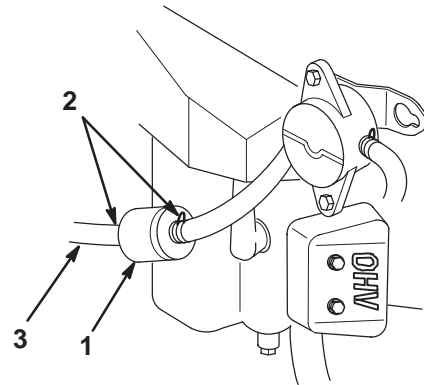

Bild 29
3. Drücken Sie die Enden der Schlauchklemmen zusammen und schieben Sie sie vom Filter weg (Bild 29).
5. Setzen Sie einen neuen Filter ein und schieben Sie die Schlauchklemmen an den Filter heran (Bild 29).
3. Lockern Sie die Schlauchklemme am Kraftstofffilter und schieben Sie sie an der Kraftstoffleitung weg vom Kraftstofffilter (Bild 29).
4. Ziehen Sie die Kraftstoffleitung vom Filter (Bild 29).
6. Bringen Sie die Kraftstoffleitung am -filter an. Schieben Sie die Schlauchklemme ganz an den Kraftstofffilter heran, um die Kraftstoffleitung zu befestigen (Bild 29).